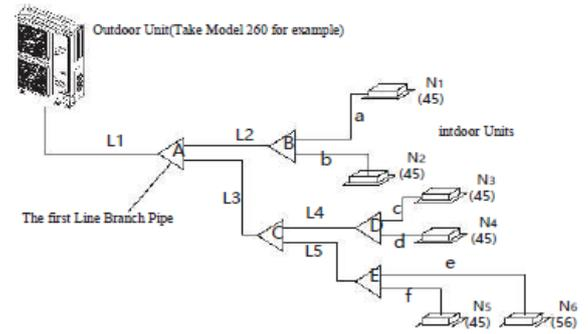

Fig. 4-5
- Exemple 1 : dans la Fig.4-5. Les unités intérieures en aval de L2 : leur capacité totale est de $45 \times 2 = 90$, voir le Tableau 4.4, le côté air/liquide de L2 est : $\Phi 15,9/\Phi 9,5$.